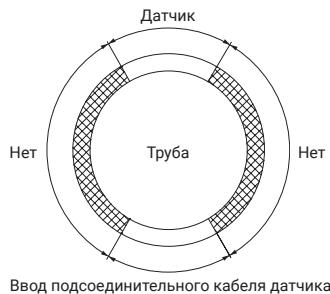

Рис. 8. Датчик и ввод подсоединенительного кабеля
- Подсоединительный кабель датчика должен выходить из-под теплоизоляции таким образом, чтобы под теплоизоляцию и ее кожух не проникала влага (рис. 8)